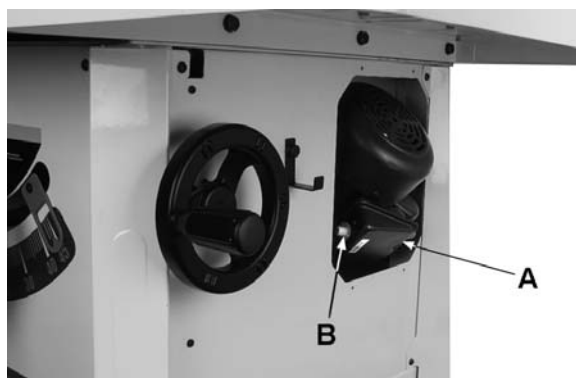
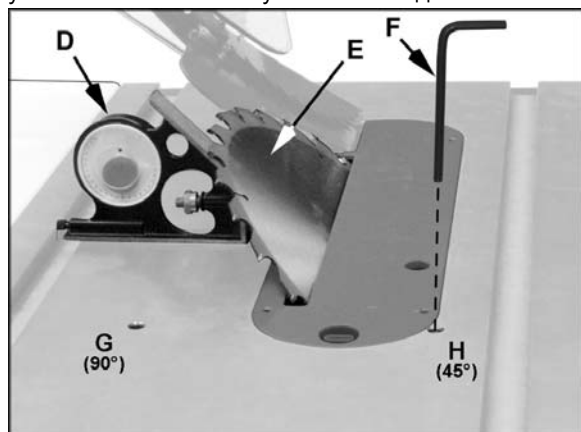

Рис. 20
Рис. 24
Для подключения силовых проводов для работы на 230В, следуйте электрической схеме на внутренней стороне крышки распределительной коробки двигателя. Чтобы получить доступ к распределительной коробке (A, рис. 20), наклоните пильный диск на 45° и снимите крышку с передней стороны.
Если циркулярная пила перегружена - двигатель выключается, нажмите кнопку сброса на распределительной коробке двигателя (B, рис. 20) для повторного запуска. Если перегрузка происходит слишком часто, смотрите раздел "Поиск неисправностей" в этой инструкции.
9. Поместите угольник (D, рис. 24) на столе и приложите, чтобы видеть, что пильный диск (E, рис. 20) под углом 45° к столу. Удостоверьтесь, что угольник не касается зуба пильного диска.
10. Точность 45° регулируют винтом (поворот против часовой стрелки) один или два оборота 4-миллиметровым шестигранным ключом (F, рис. 24).
ПРИМЕЧАНИЕ: Вам также может понадобиться проверить положение упорного буртика (K, рис. 24а), получив к нему доступ через открытую переднюю сторону корпуса. При необходимости регулировки, ослабьте установочные винты и установите упорный буртик в нужное положение. Затяните установочные винты.
Рис. 24а